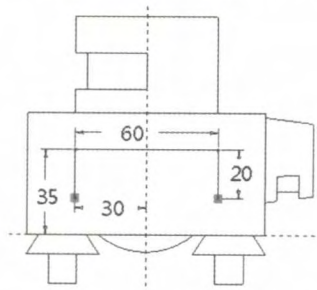

图 3-22 绘制一个截面
- (1) 单击 按钮，在【菜单管理器】中依次选取“可变”和“完成”选项，选取零件前方的侧面作为草绘平面，单击“确定”按钮；选取“顶部”选项，选取 TOP 基准平面作为参考平面。
- (2) 绘制一个截面（该截面是开放的），如图 3-22 所示。